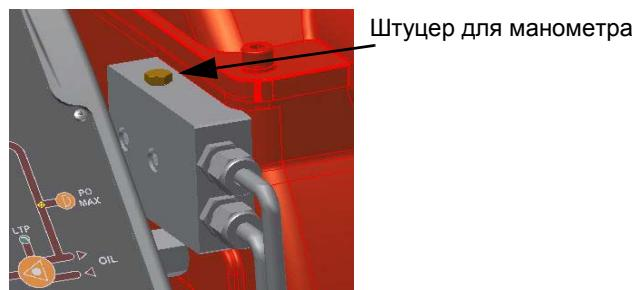

Рис. 28
- Давление питания форсунки уже отрегулировано заранее на заводе-изготовителе и не должно изменяться. Только в случае необходимости, отрегулировать давление питания (см. соответствующий параграф) следующим образом: установить манометр в положение, указанное на Рис. 28, воздействовать на регулировочный винт **VR** насоса (см. Рис. 27) до получения на форсунке давления в 20 бар (форсунки Monarch или форсунки Bergonzo - см. на стр.24-25);
- Давление питания форсунки уже отрегулировано заранее на заводе-изготовителе и не должно изменяться. Только в случае необходимости, отрегулировать давление питания (см. соответствующий параграф) следующим образом: установить манометр в положение, указанное на Рис. 28, воздействовать на регулировочный винт **VR** насоса (см. Рис. 38)